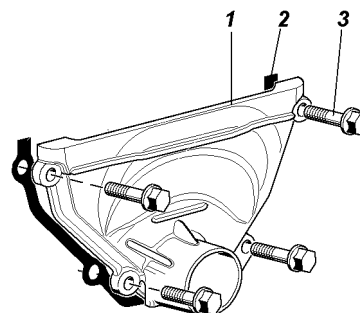

Рис. 4.117. Снятие передней крышки головки цилиндров:
- снимите переднюю крышку головки цилиндров (рис. 4.117);